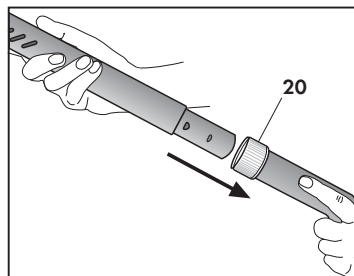

Fig. 11
- Dieser befindet sich am Ende des Schlauchs. An diesem Handgriff können die Verlängerungsrohre oder das Zubehör angeschlossen werden (**Abb. 11**).